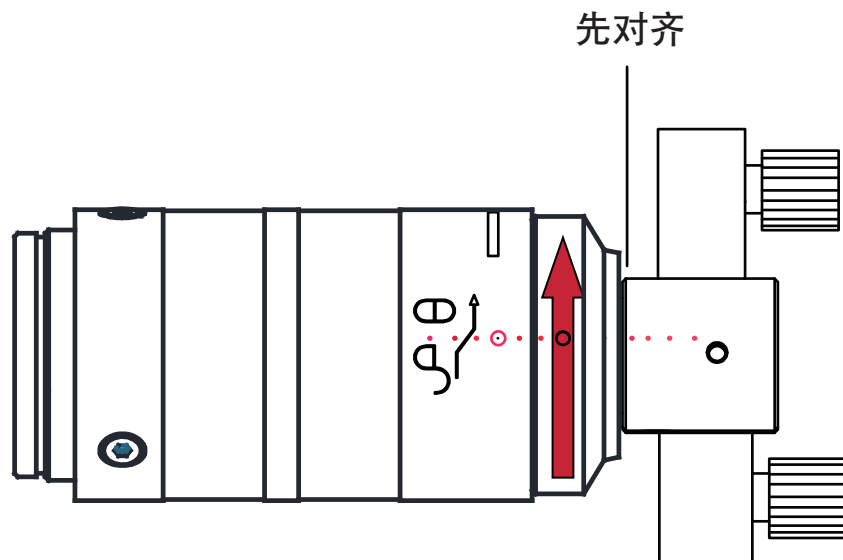

图6
6.插到底后，将转动套上的两个红色标志，按图6方向旋转与白色标志框对齐；